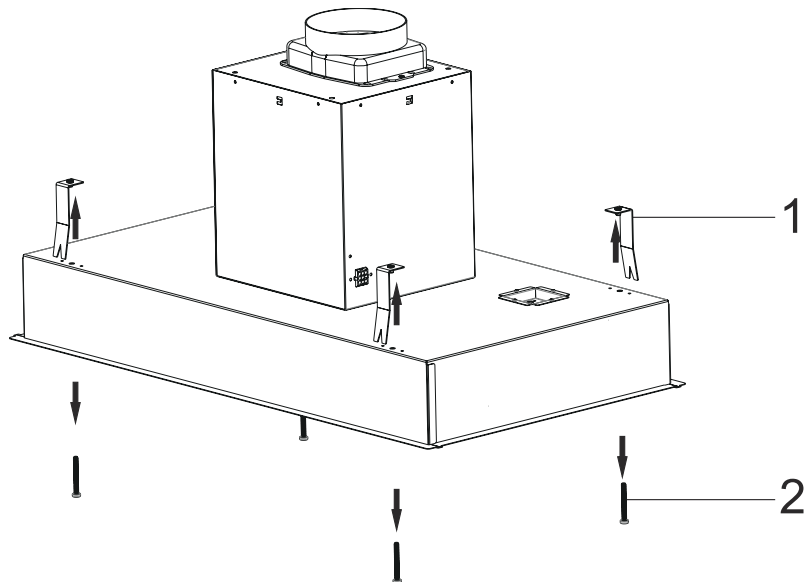

Fig. 13
2. ➔ Skru skruerne af fra beslaget og fjern beslagene (Fig. 13)